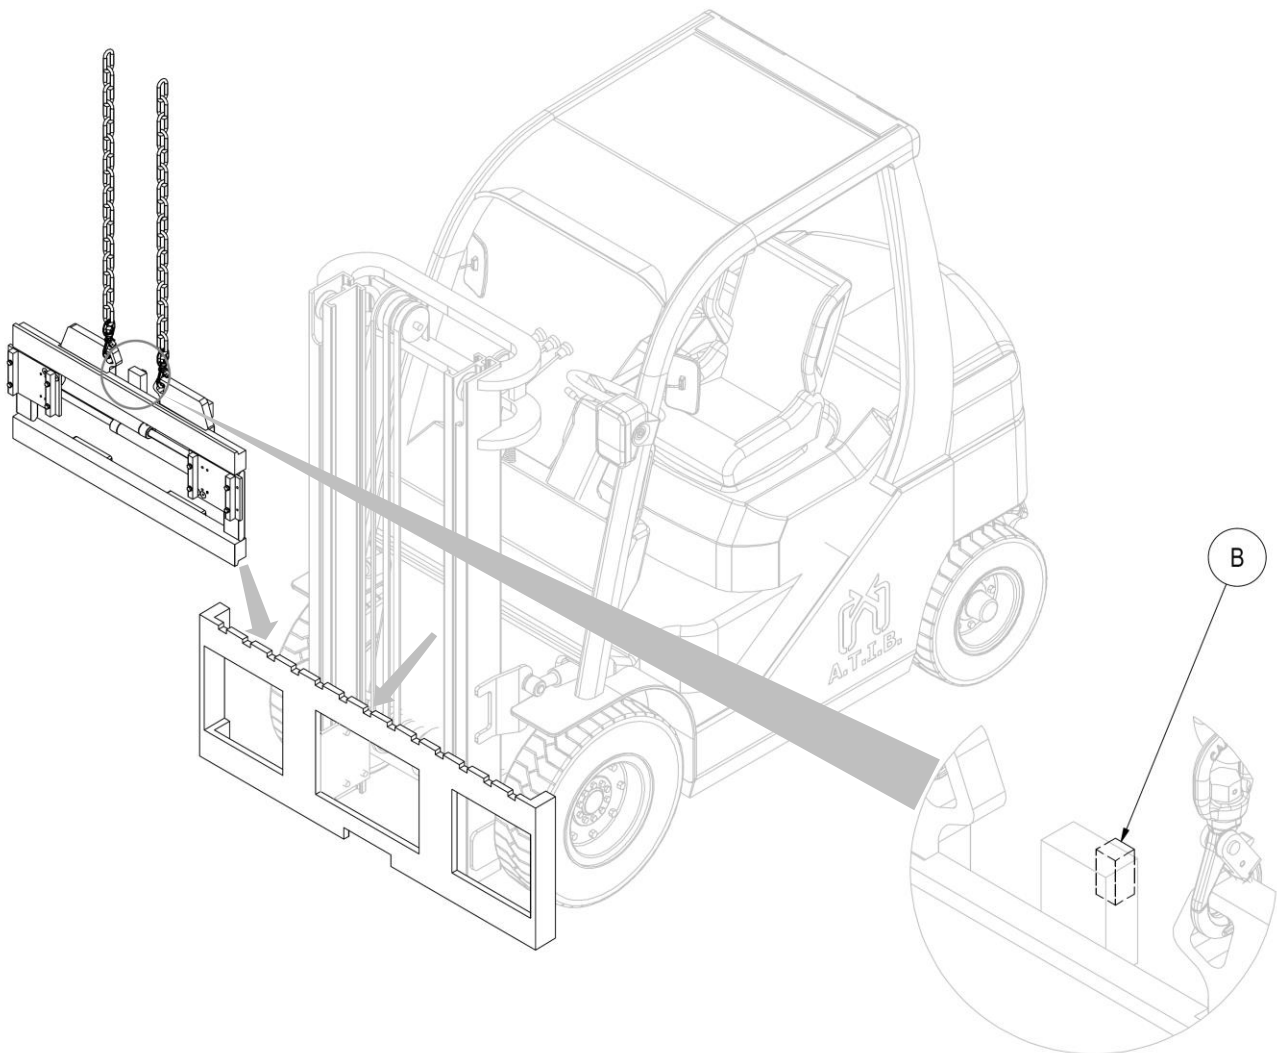

Figura 4
6. Agganciare quindi l'attrezzatura dai punti presa superiori e con un carroponete o un paranco di portata sufficiente posizionarla sulla piastra porta forche, avendo cura di incastrare il dente di centraggio **B** nella tacca centrale della piastra (vedi *Figura 4*).